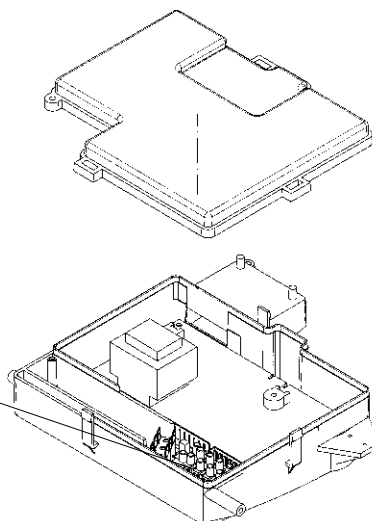

Рисунок 10
- Получить доступ к клеммной колодке (рисунок 10), в соответствии с инструкциями, изложенными в предыдущем разделе;